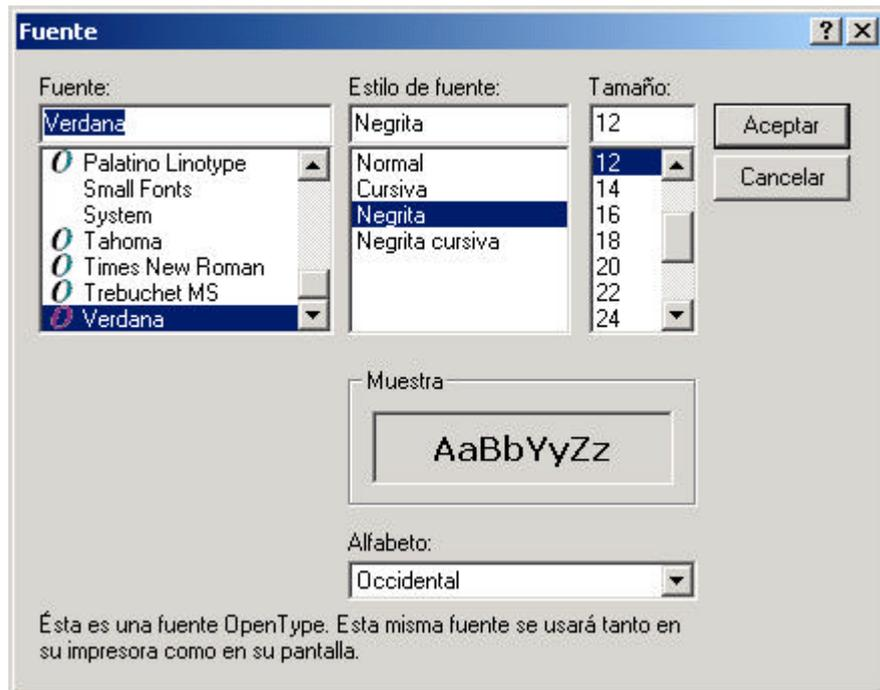

Figura 27.- Ventana Fuente.
- Estilo de fuente: Aquí se puede elegir entre los estilos que se muestran en la figura 27.